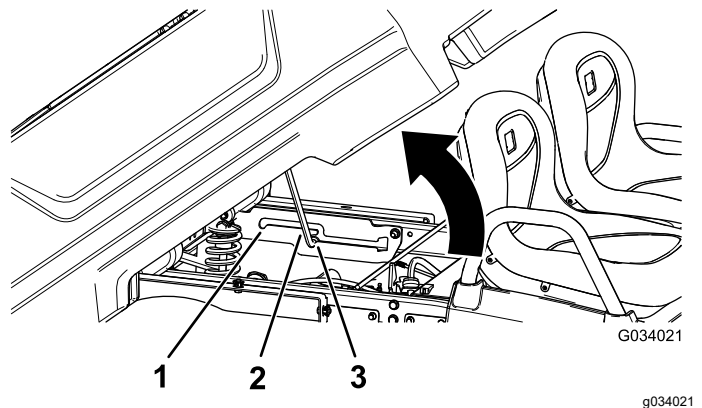

Figure 16
2. Engagez la béquille dans le cran de verrouillage pour bloquer le plateau en position de déchargement (Figure 16).
2. Engagez la béquille dans le cran de verrouillage pour bloquer le plateau en position d'entretien (Figure 16).
2. Sortez la béquille du cran de verrouillage (Figure 16).